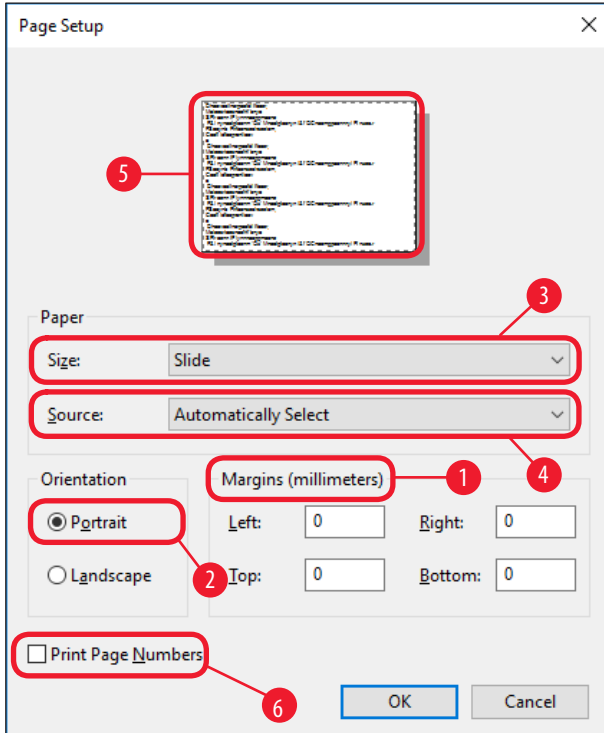

图 41
3. 首先必须选择页面设置：单击 **File (文件) > Page Setup (页面设置)** 打开 **Page Setup (页面设置)** 对话框 (→"图 41")。